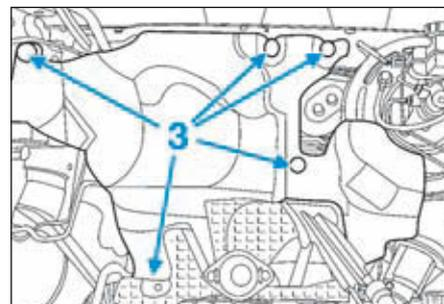

FIG.26
- Ecarter les arrêts de gaines (2) et les câble de commandes des vitesses.
- les agrafes (3) de l'écran thermique du tablier (Fig.26),